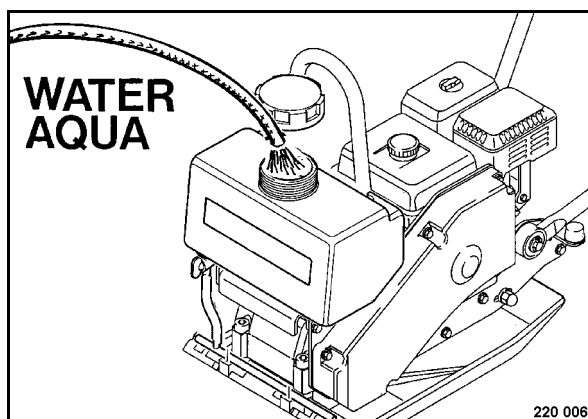

рис. 34
- Открыть бак для воды (рис. 34) и залить чистую воду.